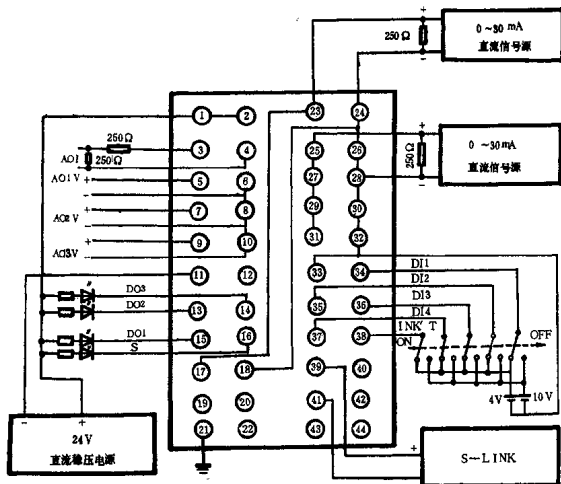

图 3 基本功能试验接线图
a. 按图3接线,数字输入信号及INT'K信号全部置于OFF位置,模拟量输入信号均为量程的0%;